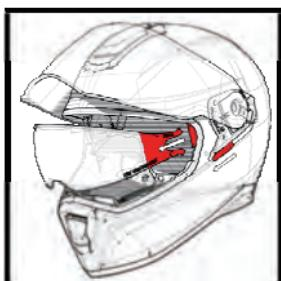

Fig.5
- 4.2 Desenganchar la pantalla humo del lado realizando una ligera tracción hacia el exterior del casco y extraer la pantalla una vez desenganchada Fig 5